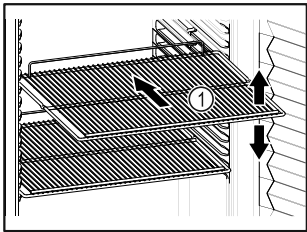

Fig. 62 Reprezentare exemplificativă
- Dacă grătarele tip poliță Fig. 62 (1) pot fi mutate, adaptați-le în funcție de înălțime.